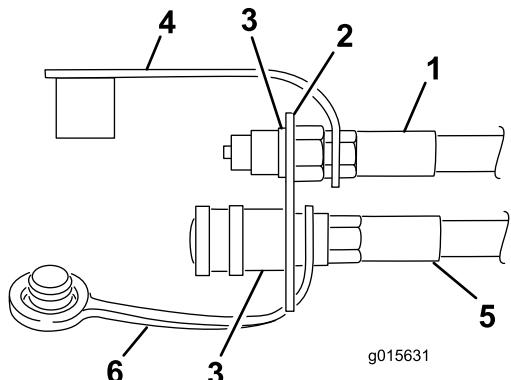

図 17
- ホースアセンブリをメスカップラに固定する図 17。
- ダストキャップ図 17 のループ部に、後バルブフィッティングから来ている油圧ホースを通す。
- ホースの端部をカップラブラケットの上穴に通す図 17。